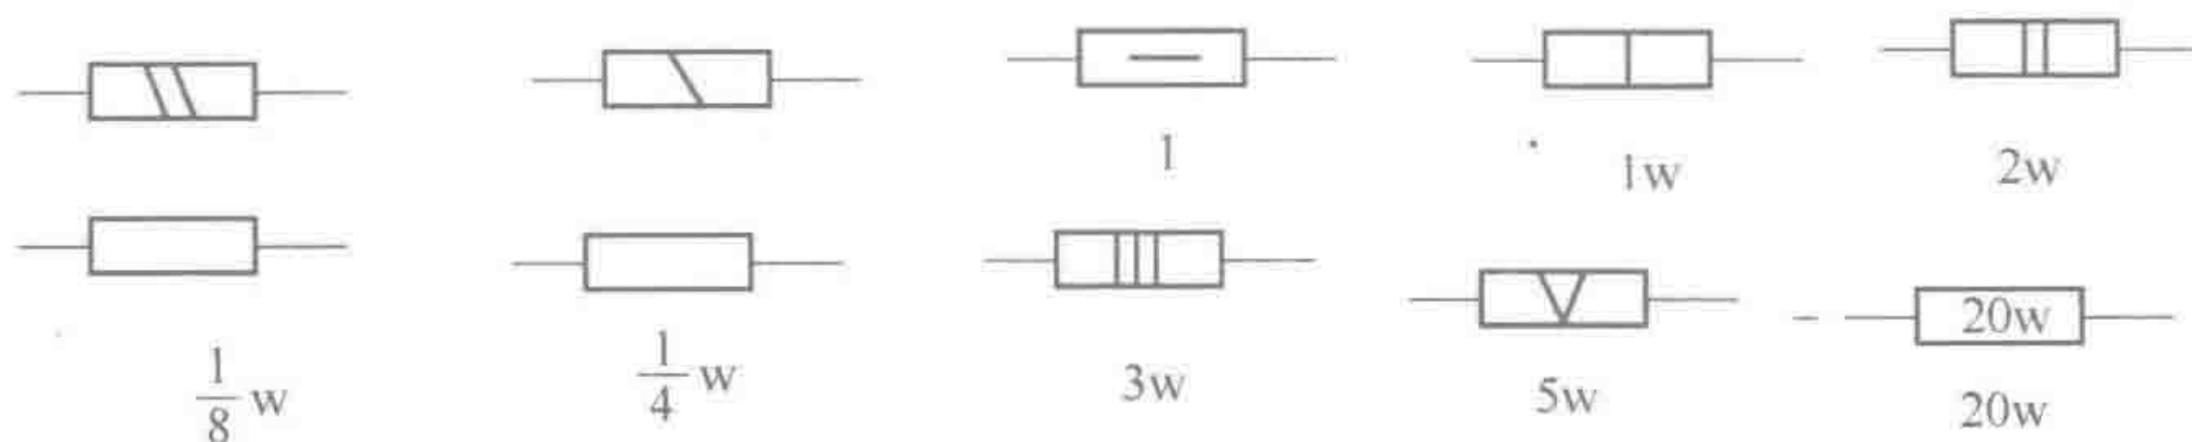

图 1-2 电阻功率标注方法
2) 额定功率。额定功率是指在特定环境温度范围内所允许承受的最大功率。在该功率限度以内,电阻器可以正常工作而不会改变其性能,也不会损坏。电阻额定功率的标注方法如图 1-2 所示。